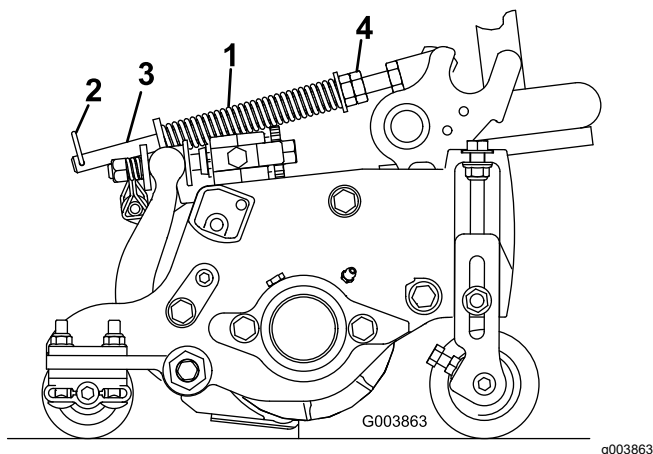

Figure 48
Le ressort de compensation (Figure 48) transfère le poids du rouleau avant au rouleau arrière. Cela évite la formation d'ondulations à la surface de la pelouse.
1. Vérifiez que la goupille fendue est insérée dans le trou de la tige de ressort (Figure 48).
2. Serrez les écrous hexagonaux à l'extrémité avant de la tige de ressort jusqu'à ce que la longueur du ressort comprimé soit égale à 16 cm (6,25 po); voir Figure 48)